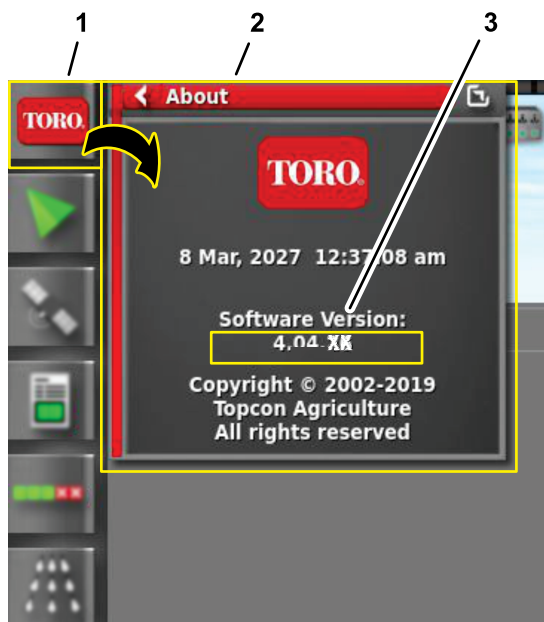

Figura 235
2. Premete l'icona INFORMAZIONI (Toro) nell'angolo in alto a sinistra del quadro di comando (Figura 235).